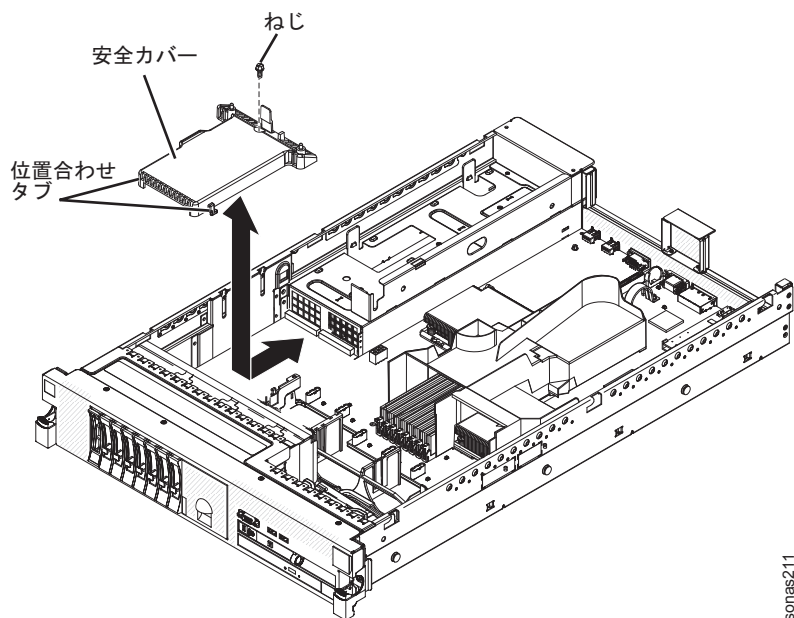

図 48. 240 VA 安全カバー
1. 安全カバーの下部にあるタブを、システム・ボード上のスロットに位置合わせして挿入します。図 48を参照してください。